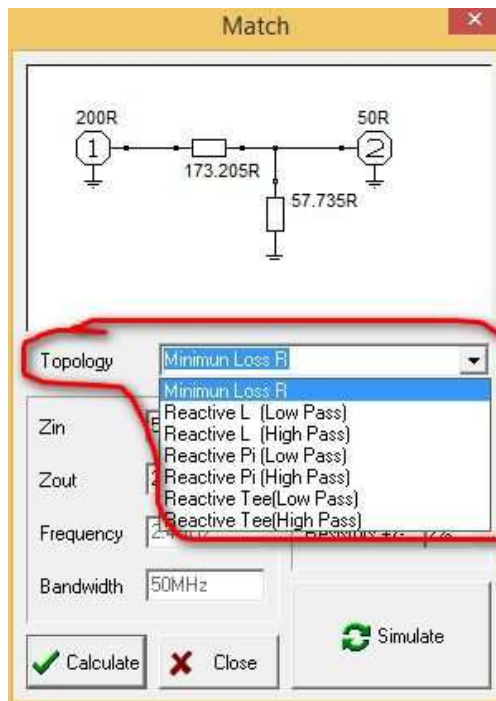

Рисунок 7.1
1. Використовуючи програмне середовище RFSim99, розрахувати пристрої узгодження для всіх варіантів схемних рішень, запропонованих у пункті «Topology» (рисунок 7.1).